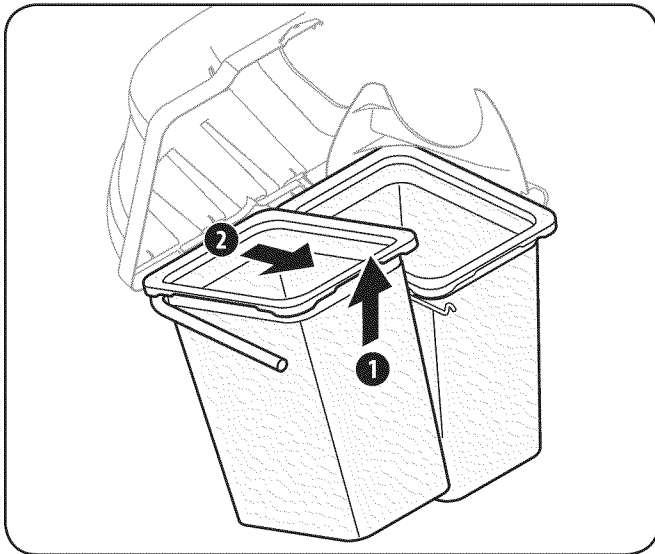

Figura 29
3. Retire las bolsas de césped, levantándolas (1) y separándolas del conjunto de soporte de las bolsas (2). Vea la Figura 29.